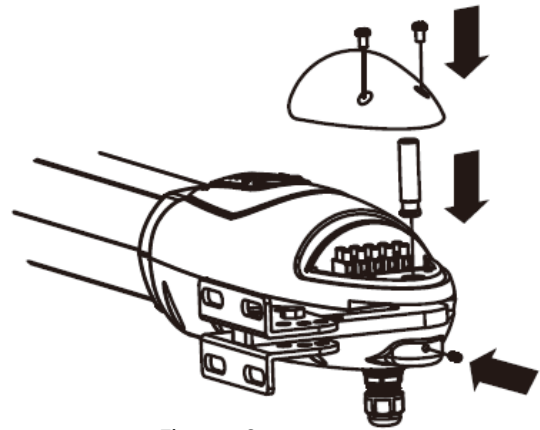

Figure 2
3. Dévissez le capot de la partie arrière, positionnez le moteur sur l'étrier arrière et fixer la goupille (**figure 2**).
2. Utilisez 1 tournevis pour percer les trous pré-perçés placés en dessous du boîtier électronique (**figure 2**).
Cas de figure 2 – Installation avec fin de course électromécanique